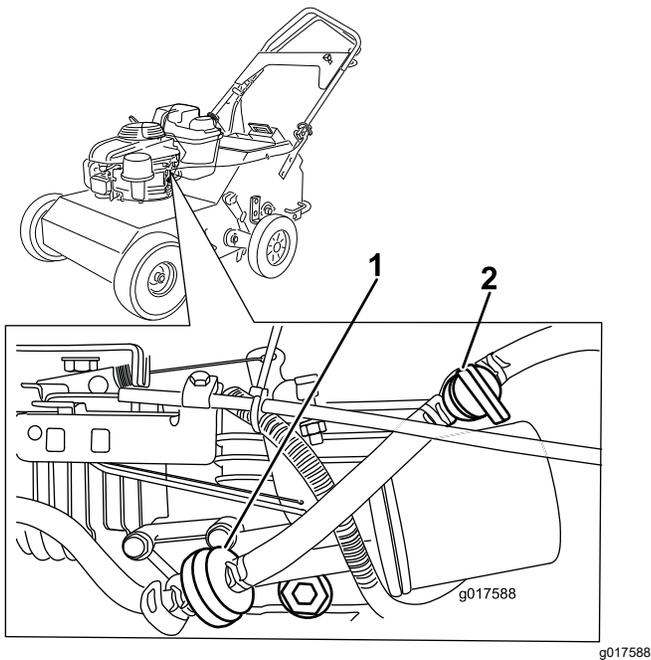

Figura 12
2. Abra la válvula de combustible girando la palanca paralela a la manguera de combustible (Figura 12).
3. Mueva el control del acelerador hacia adelante del todo a la posición de Estárter (Figura 12).